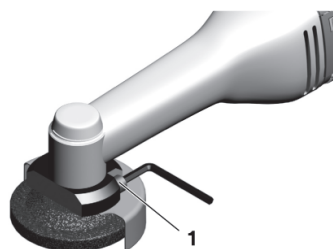

Fig. 3
1. Soltar o parafuso de fixação **1** (Fig. 3) e rodar o revestimento protector até à posição pretendida.